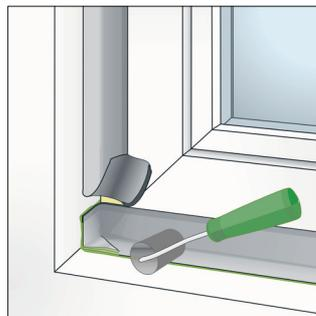

Bild 17: Folie am Baukörper z.B. mit SP025 oder OT015 verkleben und mit Andruckroller andrücken
- Folie fluchtend zum Blendrahmen zur Wand führen und dort mit SP025 Fenster-Folienkleber Öko oder OT015 EPDM-Folienkleber am Baukörper verkleben und sorgfältig mit Hilfe eines Andruckollers andrücken. Ecken als Wannen ausbilden (Bild 17).